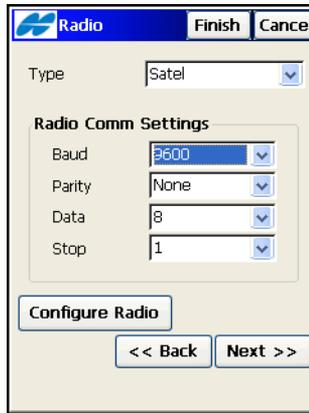

Abbildung 4-72. TS-Funk
6. Legen Sie für eine motorisierte Aufnahme (Robotik) das Modem und seine Parameter fest und tippen Sie auf **Weiter** (Abbildung 4-72 auf Seite 4-60).